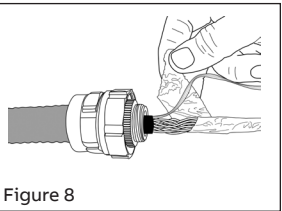

Figure 8
- Enlever le blindage sur toute la longueur de travail. Prenez soin de ne pas couper ou endommager les conducteurs (Figure 8).